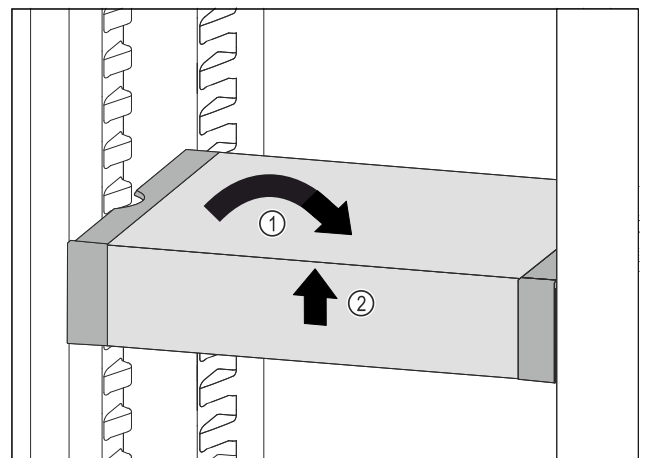

Fig. 64
▶ Изправете VarioSafe. Fig. 64 (1)
▶ Повдигнете VarioSafe отпред. Fig. 64 (2)